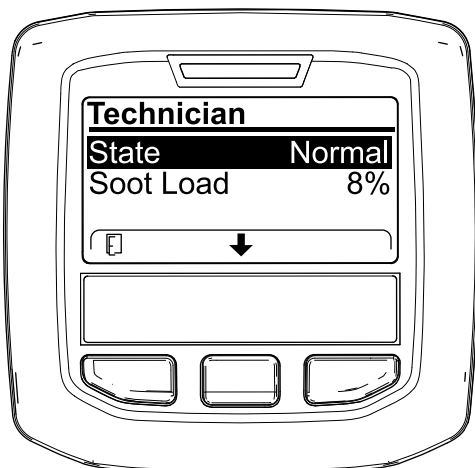

Figura 56
- Utilize a tabela de funcionamento do DPF para compreender o estado atual do funcionamento do DPF (Figura 56).